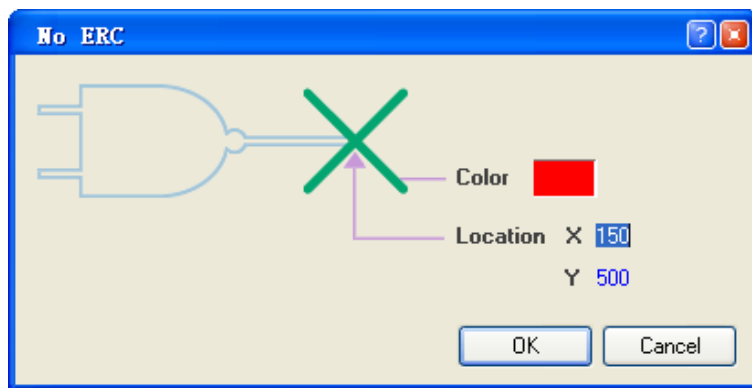

图 2.107 “No ERC”对话框
(2) 单击键盘的“Tab”键，打开如图 2.107 所示的“No ERC”对话框。